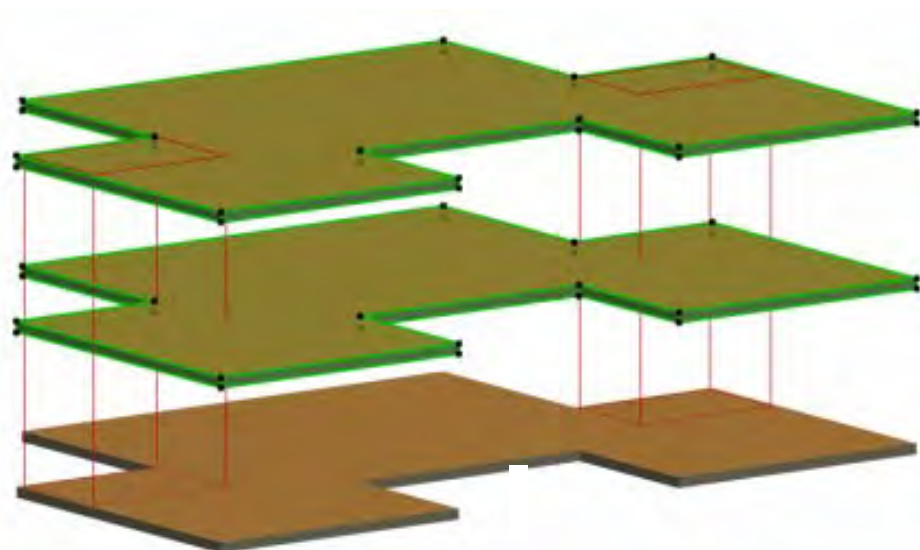

Рис. 100
14. [Shift]-щелчками выберите два перекрытия (рис. 100), подсветка предварительного выбора позволяет определить, тот ли элемент будет выбран).